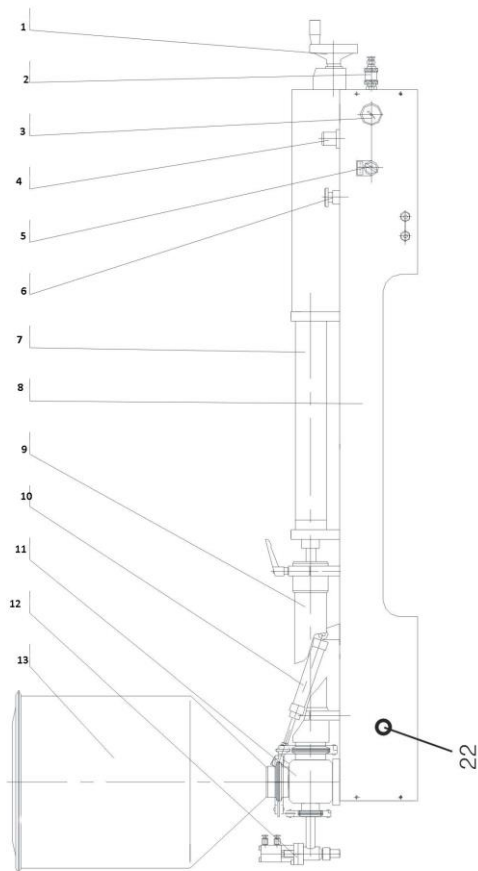
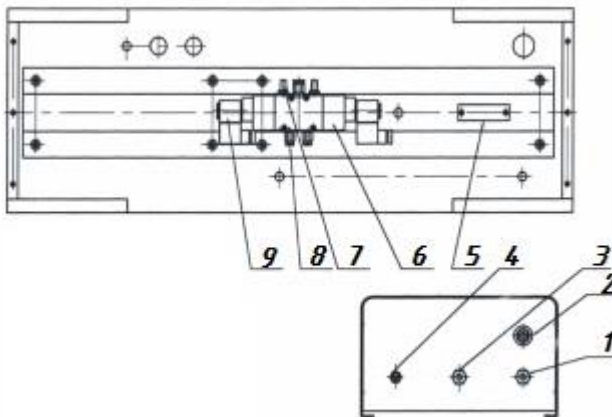

Рис.1 – Дозатор поршневой серии G1WTD, G2WTD, Y1WTD, Y2WTD
Рис. 3
1. Установите сосуд с материалом (см. рис.1) в верхней части корпуса клапана (11),
2. Затем зафиксируйте соединительную деталь с помощью анкерных зажимов (10).
4. Включите блок питания (5) (см. рис.3).
5. Откройте источник воздуха (2) (отодвиньте задвижку) (см. рис.1).
6. Установите рабочий режим переключателя (5) на «педаль» (см. рис.1).
7. Нажимайте на педаль, пока материал не потечет из разливочной головки (12) (см. рис.1).
8. Откройте переключатель источника воздуха (2) (см. рис.1).